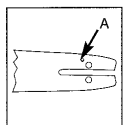

Fig. 3A
Damit die Schiene und die Kette mit Öl versorgt werden, **VERWENDEN SIE NUR DIE ORIGINALSCHIENE** mit Öldurchlass (A), siehe oben (Abb. 3A).